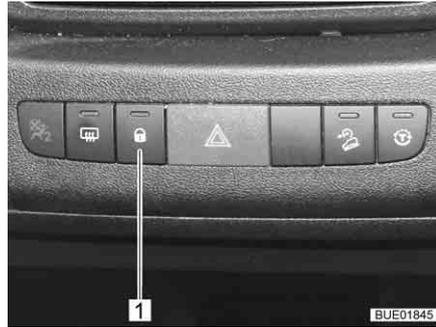

Fig. 59 Interrupteur du verrouillage centralisé (Elegance)
- Appuyer sur la touche (Fig. 59,1). Les serrures de porte sont déverrouillées.
- Appuyer sur la touche (Fig. 59,1). Les serrures de porte sont verrouillées. Le voyant de contrôle à l'intérieur de la touche est allumé.